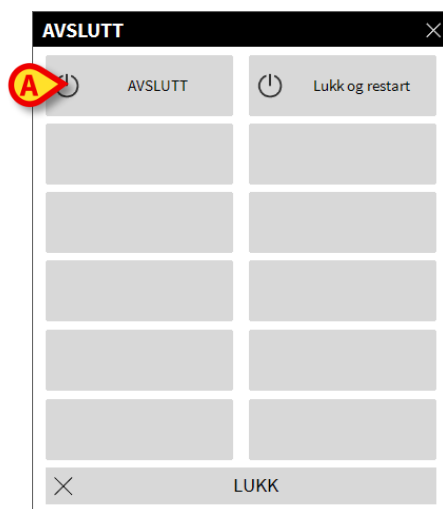

Fig. 41
En annen meny vises (Fig. 41).
- Klikk på **Avslutt**-knappen igjen (Fig. 41 **A**).